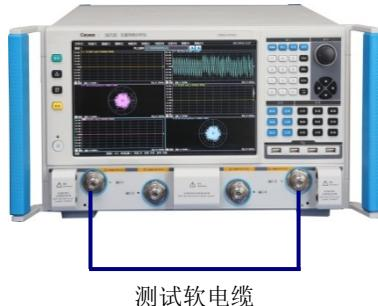

图 11.5 测试端口输出功率线性度
- 1) 如图 11.5 所示连接系统, 预热 60 分钟以上;